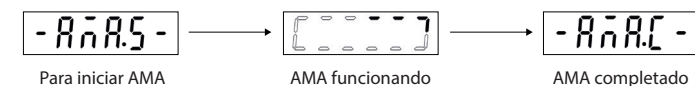

Ilustración 7: Indicaciones de estado de AMA
- Ajuste [1] Act. AMA completo o [2] Act. AMA reducido para el parámetro P4.2.1.3 Modo AMA; la pantalla principal muestra Para iniciar AMA; consulte la ilustración 7.